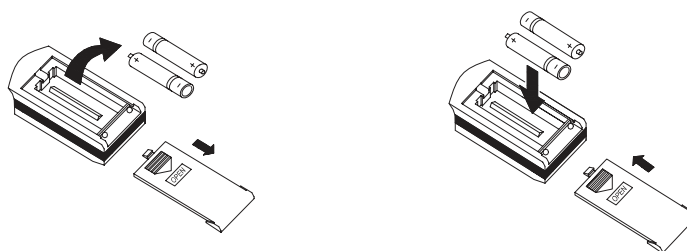

Рис. 3.13
3.2.7 Замена батареек в пульте управления (рис. 3.13).
В пульте управления кондиционера применяются две батарейки 1,5 В типа AAA. Для извлечения батареек, при замене, необходимо сдвинуть крышку пульта управления в направлении стрелки (см. рисунок 3.13) извлечь батарейки и установить новые.